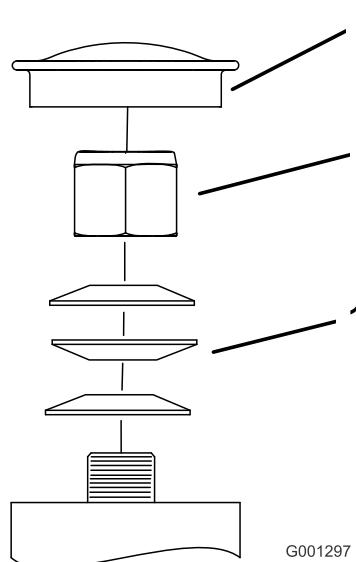

Figura 56
3. Retire el tapón guardapolvo de la rueda giratoria y apriete la contratuerca (Figura 56).
4. Apriete la contratuerca hasta que las arandelas de muelle estén planas, luego afloje la contratuerca $\frac{1}{4}$ de vuelta para establecer la pre-carga correcta de los cojinetes (Figura 56).
5. Coloque el tapón guardapolvo (Figura 56).